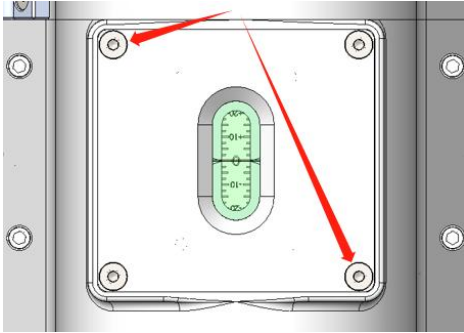

图3.8
- 1、将准直观察窗盖板的4-M3x8内六角沉头螺钉退出，如图3.8所示，然后将其取下。